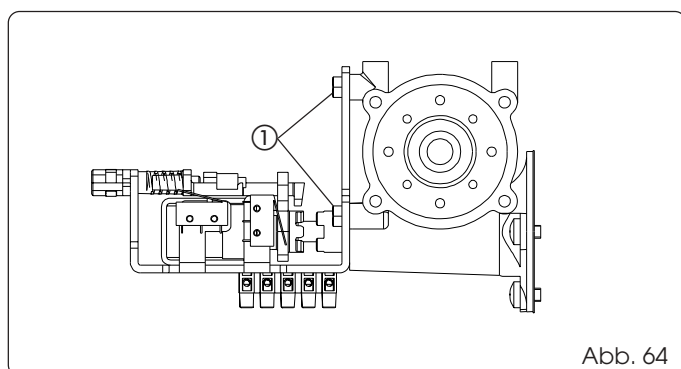

Abb. 64
Die Motorsperre unter Verwendung der im Lieferumfang enthaltenen Bolzen laut Angaben in Abb. 64 Bez. ① installieren.